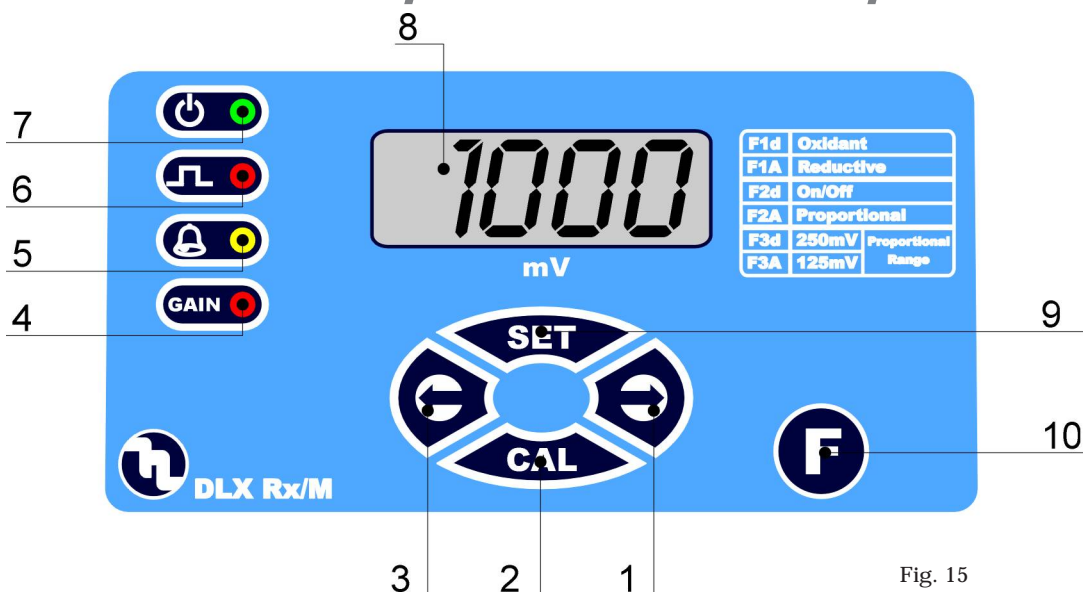

Fig. 15
7.1 - COMMANDES DE LA POMPE (Fig. 15)